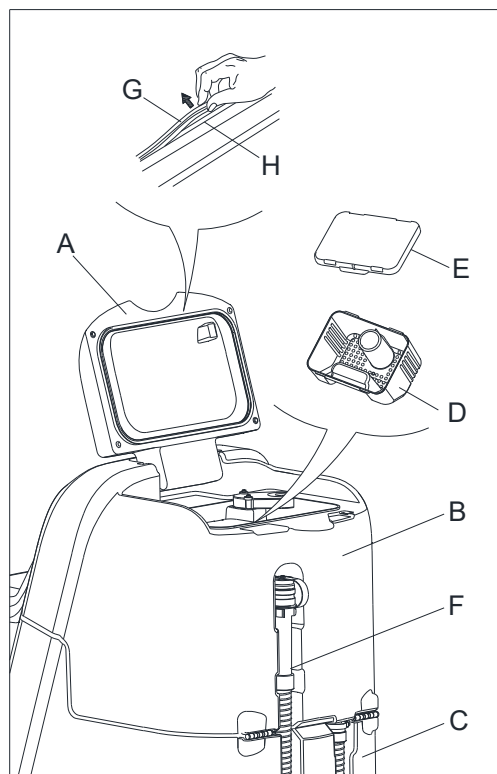

Figura 25
2. Asigurați-vă că mașina este oprită și cheia de contact (40) a fost scoasă.
3. Ridicați capacul rezervorului de rezervă (A, Figura 25) la 90 grade ca să poată fi îndepărtat de la rezervor, și scoateți Cutia de depozitare a resturilor (D, E, Figura 25) din rezervor.
4. Curățați capacul rezervorului de rezervă (A), rezervorul de rezervă (B), rezervorul de apă (C), Cutia de depozitare a resturilor (D, E, Figura 25), drenați rezervorul de rezervă cu furtunul de drenaj (G, Figura 25).
6. Verificați dacă suprafața de contact a garniturii de etanșare (G) este integră și etanșarea se realizează suficient. Dacă este necesar, scoateți garnitura de etanșare din canelura presetupei (H) și înlocuiți-o. Asamblați noua garnitură de etanșare așa cum se vede în Figura 25, îmbinarea trebuie să se facă în zona din mijloc.
7. Închideți capacul rezervorului de recuperare (A, Figura 25).